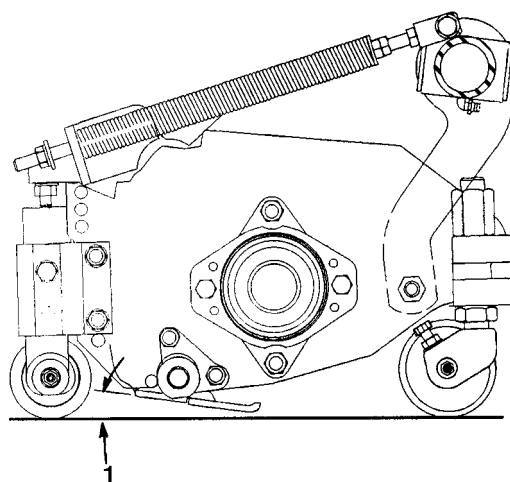

Figure 9
**IMPORTANT :** l'orientation de l'unité de coupe a un impact significatif sur les performances de l'unité de coupe. Par orientation on entend l'angle de la lame par rapport au sol (Fig. 9). Des pattes avant et arrière réglables permettent de varier l'orientation de l'unité de coupe dans la gamme des hauteurs de coupe. Toutes les unités de coupe de la machine doivent avoir la même orientation afin de ne pas nuire à la qualité de la coupe.